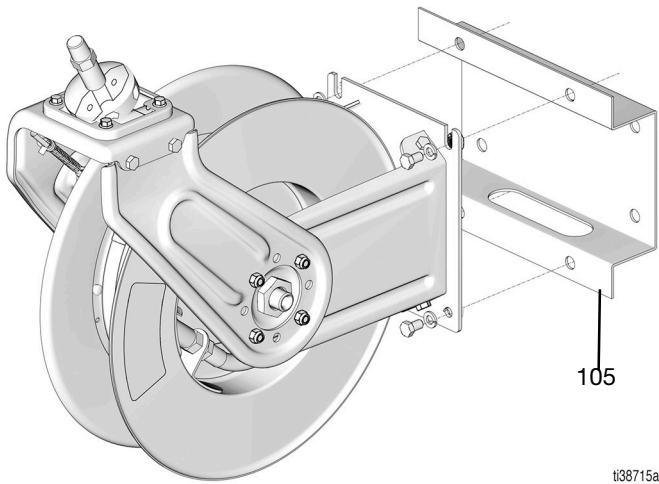

ABB. 14
- Zur Montage der Sätze 24A219-24A222, Schiene (105) an der Wand montieren, dann Schlauchaufroller an der Schiene (105) montieren (ABB. 14).